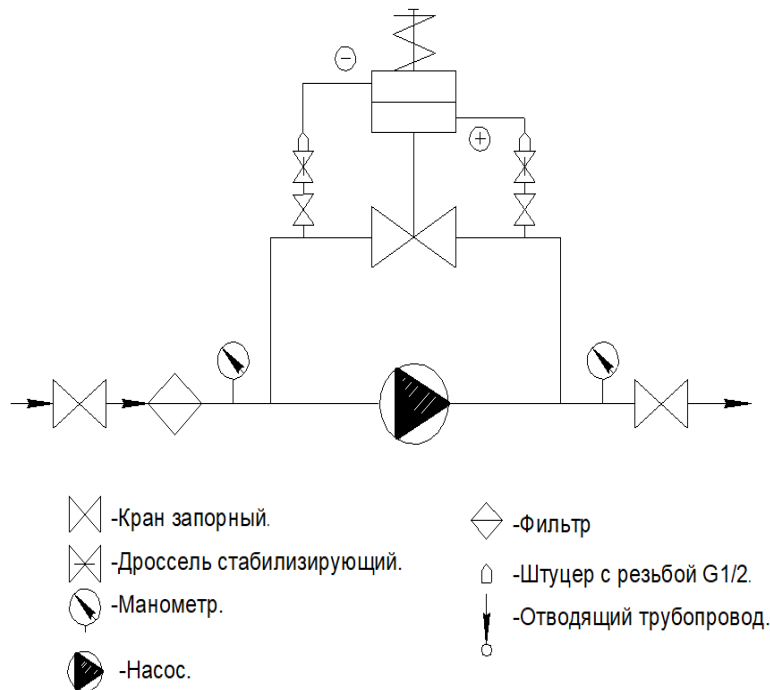

Рис. 4
- установить штуцеры из комплекта регулятора на трубопровод согласно схеме подключения регулятора (рис.4) в месте, удобном для подсоединения импульсных линий. Штуцер вкручивается в запорный кран (внутренняя резьба G 1/2) на отводе трубопровода;